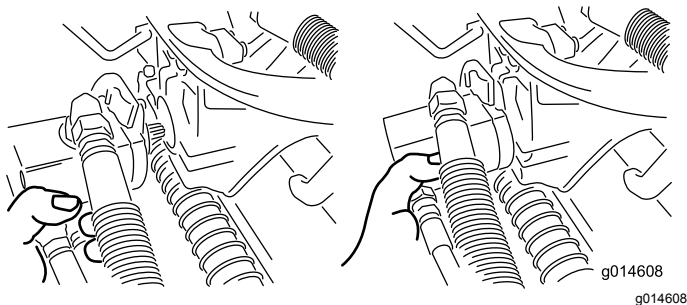

Bild 46
3. Legen Sie den Motor am Aufbewahrungsort vorne am Aufhängearm ab (Bild 46).